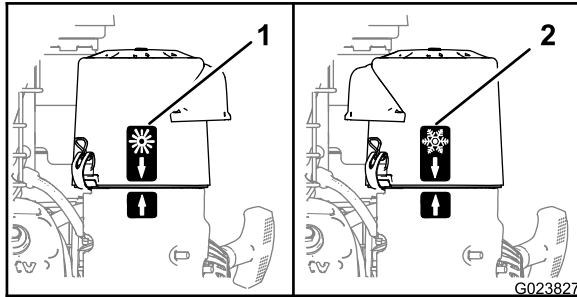

Figura 28
- Para trabajar en **condiciones de aire ambiente frío** (aire frío y humedad), posicione la tapa del limpiador de aire con la pegatina del copo de nieve hacia fuera (Figura 28).
- Para trabajar en **condiciones de aire ambiente normal**, posicione la tapa del limpiador de aire con la pegatina del sol hacia fuera (Figura 28).